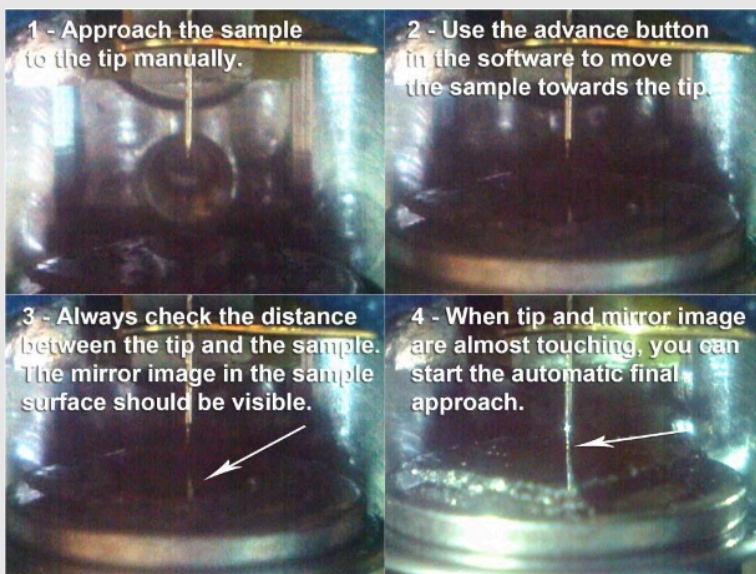

Рис. 9: Пошаговые снимки поддерживаемого программного обеспечения, приближающегося к наконечнику образца
- Осторожно надавите на держатель образца в направлении наконечника (b), но не дайте ему коснуться наконечника (расстояние 1 см). См. также пошаговые фотографии на Рис. 9.